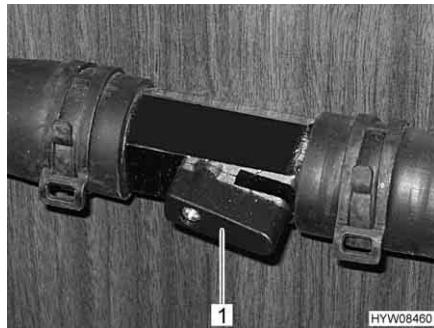

Fig. 79 Rubinetto aperto
- Posizionare la leva (Fig. 79,1) parallelamente alla tubazione (Fig. 79). Più il rubinetto viene aperto, maggiore è la prestazione del riscaldamento.
- Posizionare la leva (Fig. 79,1) verticalmente rispetto alla tubazione. Il circuito di riscaldamento funziona mediante la tubatura di bypass.